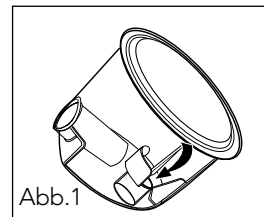

Abb.1
- b. Entfernen und entsorgen Sie die blauen Kappen (Abb. 1).
ANMERKUNG: Um das Wasser vollständig zu entfernen, spülen Sie verbleibendes Wasser zwischen die Stege und schütteln Sie es heraus (Abb. 1).